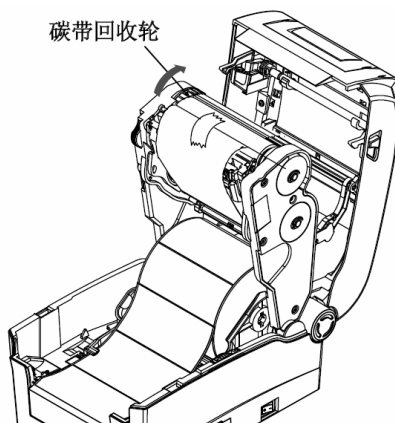

图 2.5.4
3) 将碳带从打印头组件下方绕过，碳带前端贴到空碳带轴上，拨动碳带回收轮，使碳带绷紧（安装好的纸卷和碳带见图 2.5.4）；